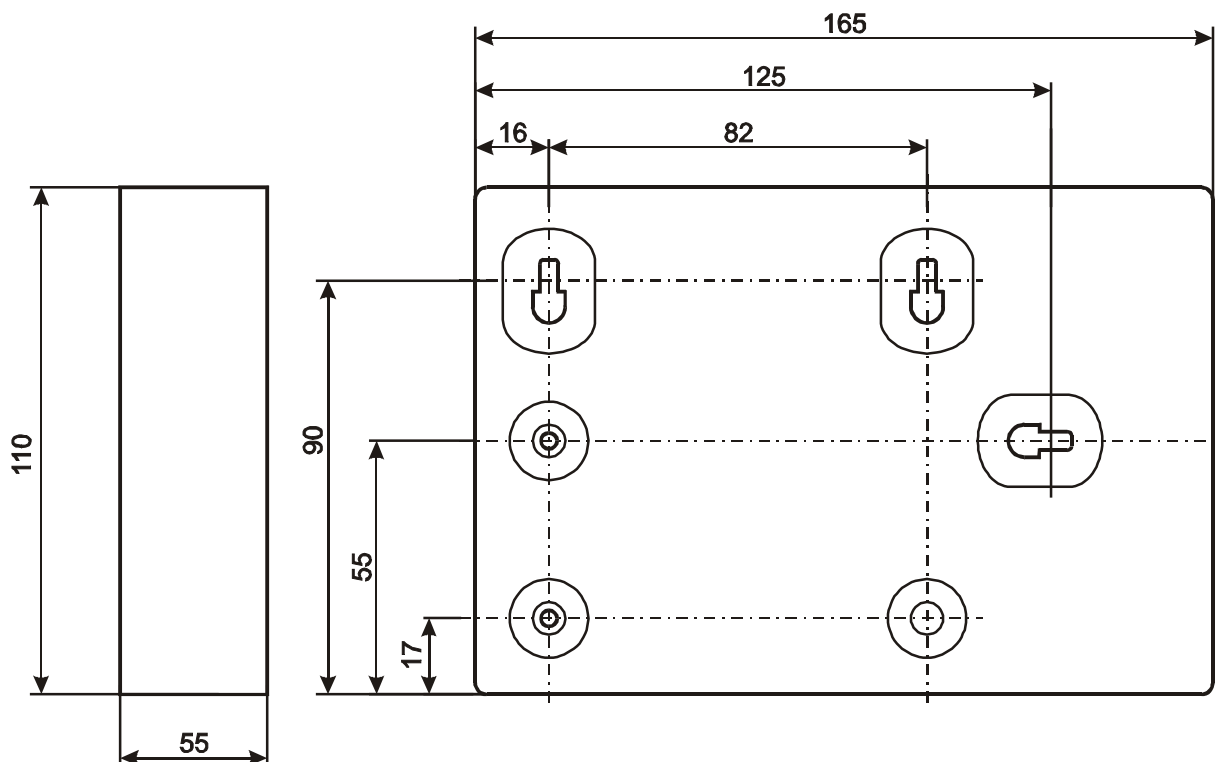
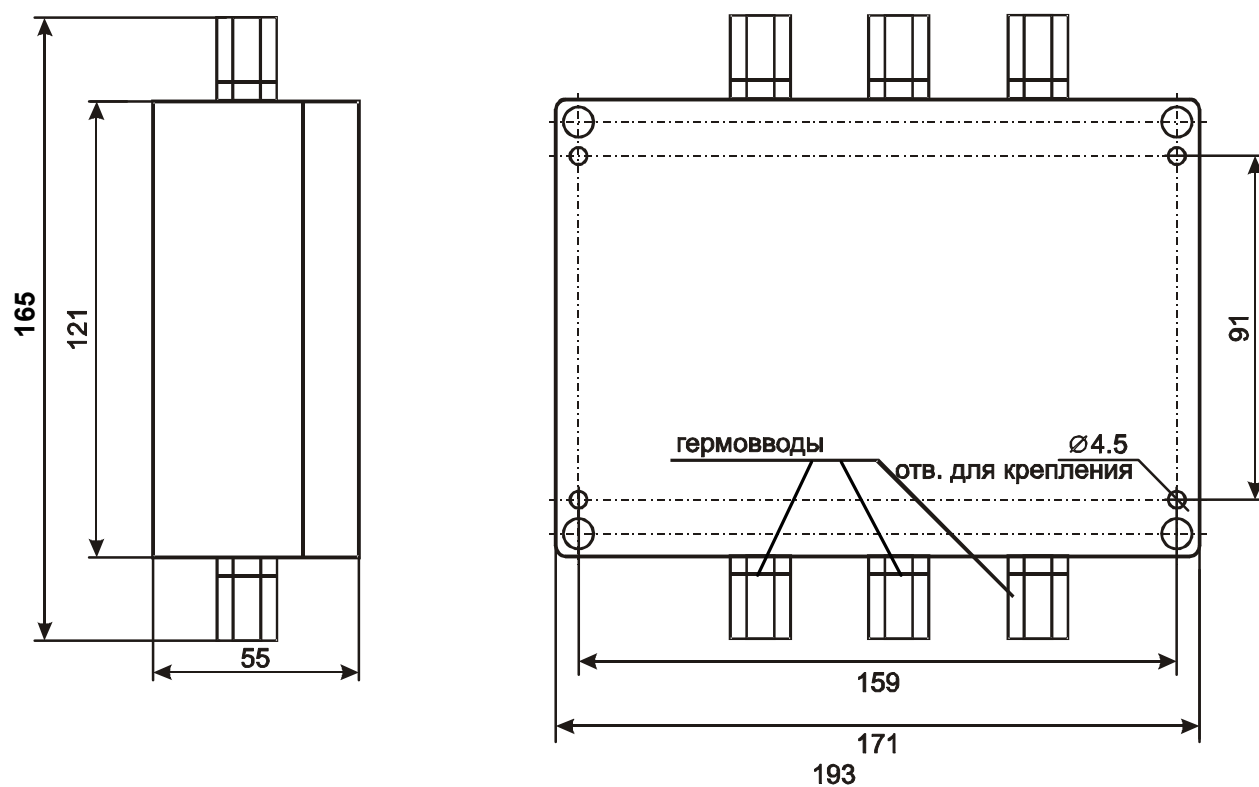

Рис. 2 Внешний вид и габаритные размеры СК-01 в исп. IP20
Рис. 3 Внешний вид и габаритные размеры СК-01 в исп. IP65
- IP20 - для применения в обогреваемых помещениях (Рис. 2);
- IP65 – для применения в условиях повышенной запыленности, влажности или пониженной температуры окружающей среды (Рис. 3).
5.1. Внешний вид и габаритные размеры СК в различных исполнениях показаны на Рис. 2 и Рис. 3.